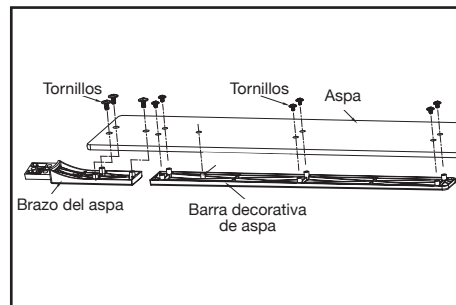

Figura 12
1. Fija un brazo de aspa a una de ellas alineando tres orificios para tornillo en el brazo con los correspondientes en el aspa y asegurando con los tornillos incluidos; fija una barra decorativa de aspa a ésta alineando seis orificios y el poste de alineación para tornillo de la barra con los agujeros del aspa y asegurando con los tornillos incluidos; repite el procedimiento para las demás aspas. (Figura 12)